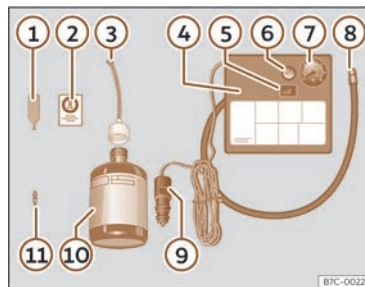

Fig. 247 Représentation standard : contenu du kit anticrevaison.
Le kit anti-crevaison se trouve dans le coffre à bagages, sous le revêtement de plancher. Il inclut les éléments suivants >>> **fig. 247** :
- Dévissez le capuchon et l'obus de la valve du pneu. Utilisez l'appareil >>> fig. 247 ① pour extraire l'obus. Placez-le sur une surface propre.
- Agitez fortement la bouteille de produit de colmatage des pneus >>> fig. 247 ⑩.
- Vissez le tuyau de gonflage >>> fig. 247 ③ sur la bouteille de produit de colmatage. Le plombage du goulot de la bouteille est automatiquement percé.
- Retirez le bouchon du tuyau de remplissage >>> fig. 247 ③, puis vissez l'extrémité ouverte du tuyau sur la valve du pneu.
- Placez de nouveau l'obus avec l'outil >>> fig. 247 ① sur la valve du pneu.
- Vissez le tuyau de gonflage du pneu du compresseur >>> fig. 247 ⑧ sur la valve du pneu.
- Vérifiez si la vis d'évacuation d'air est serrée >>> fig. 247 ⑥.
- Branchez le connecteur >>> fig. 247 ⑨ à la prise de courant de 12 volts du véhicule >>> page 250.
- Raccordez le compresseur d'air au commutateur ON/OFF >>> fig. 247 ⑤.
- Collez l'autocollant >>> **fig. 247** ② sur le combiné d'instruments, dans le champ de vision du conducteur.
Revissez le tuyau de gonflage >>> **fig. 247** ⑧ et vérifiez la pression du manomètre ⑦.